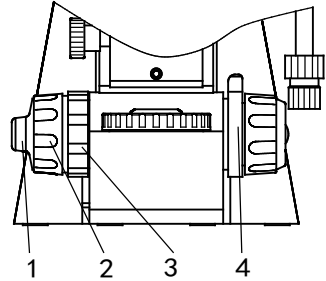

Fig.7
2. Controles de Focagem (Fig.7)